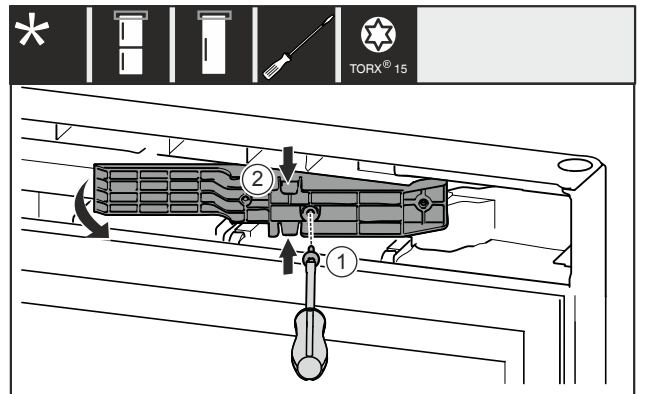

Fig. 14 *
- ▶ 移除螺栓 Fig. 14 (1)。
- ▶ 将上方和下方适配件 Fig. 14 (2)轻轻挤压在一起，然后向前拉出。